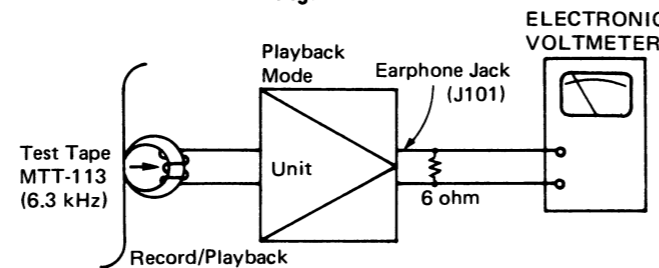

Figure 5-2
1. Connect instruments as shown in Figure 5-2.
1. Die Instrumente gemäß Abbildung 5-2 anschließen.
1. Brancher les instruments comme cela est indiqué dans la Figure 5-2.